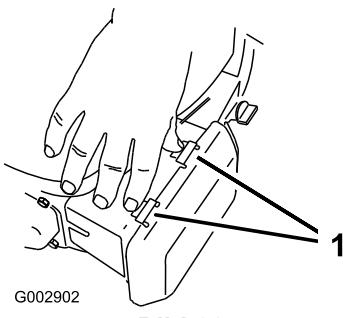

Bild 38
- Drücken Sie die Verriegelungsnasen oben an der Luftfilterabdeckung nach unten (Bild 38).